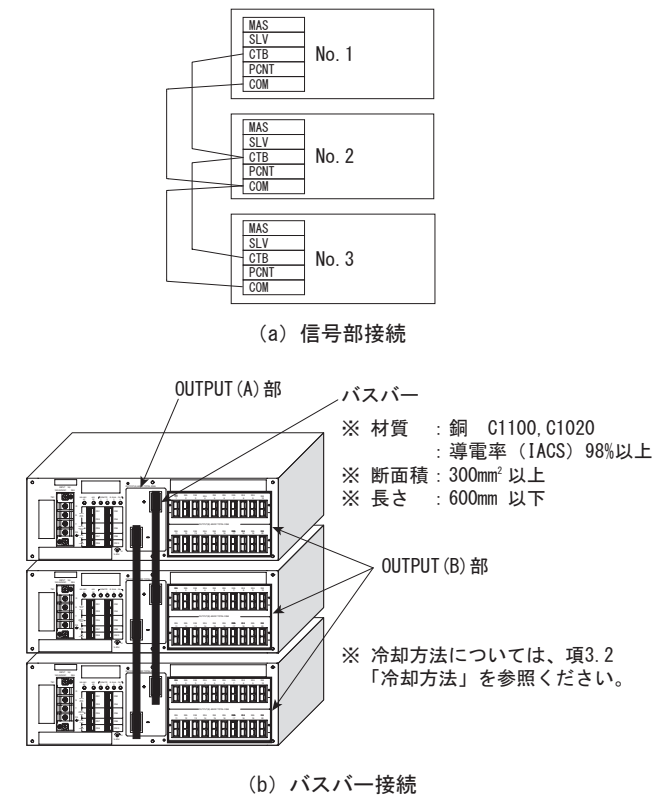

図2.6 N+1 並列冗長運転時の配線方法
■図 2.6 の配線をすることで、N+1 並列冗長運転を行うことができます。
■並列接続した各電源の OUTPUT (B) 部から、コネクタ 1 個当たり最大 20A の出力電流を取り出すことができます。
■並列バスバーを接続しない冗長運転は、各電源および各コネクタからの負荷配線のインピーダンスのばらつきによって、各電源の出力電流のばらつきが大きくなりますので、電源どうしの並列は図 2.6 に示すように並列バスバーによって接続してください。